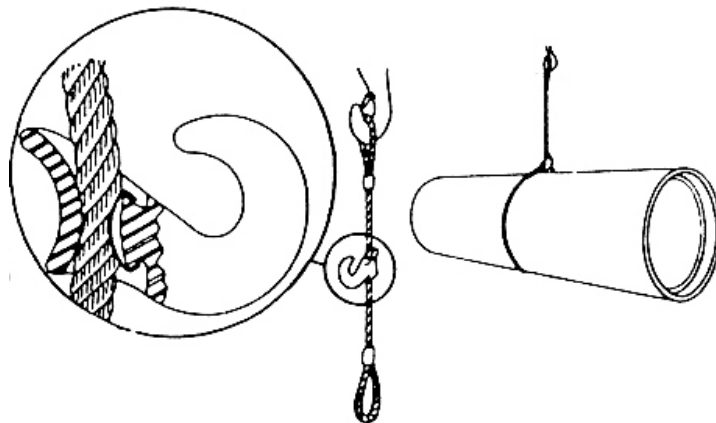

Figure 9 – Crochet à étranglement ajustable
- **Le crochet à étranglement ajustable** : ce crochet ne glisse pas le long de l'élingue lorsqu'il ne supporte pas de charge. Un ressort qui possède juste assez de tension maintient le crochet dans sa position à n'importe quel endroit de l'élingue. Le crochet se déplace facilement à la main et il serre la charge qu'il supporte (voir figure 9).